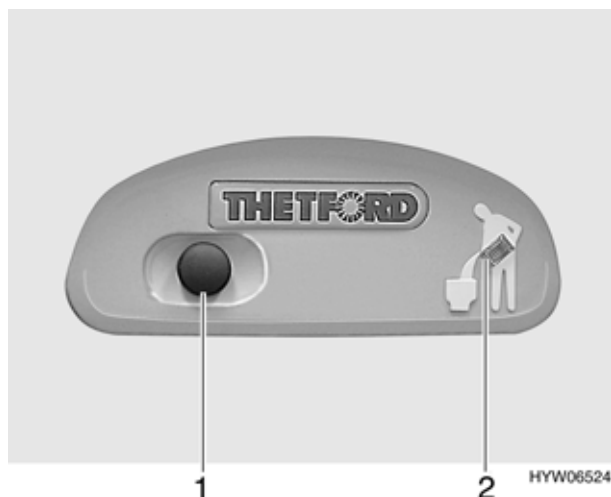

Fig. 177 Pulsante acqua di scarico/Luce spia cassetta Thetford
- Per sciacquare premere il pulsante blu (Fig. 177,1).
Quando la cassetta Thetford è piena e deve venire svuotata, la luce spia (Fig. 177,2) si accende.